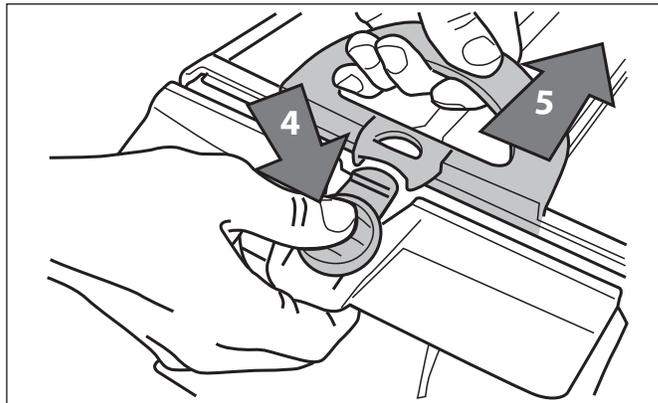

Figure 23. Ouverture de l'ensemble de cartouche filtrante
5. Appuyez sur le bouton de déverrouillage rapide de l'ensemble de cartouche (4) et tirez pour ouvrir (Figure 23).